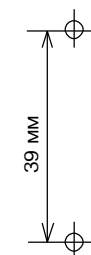

Рис. 9 Схема разметки для установки РК-МК
- произведите разметку отверстий для крепления основания на установочной поверхности в соответствии с рис.9 и просверлите отверстия необходимых размеров;